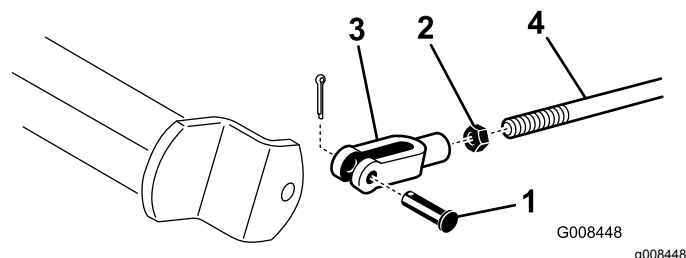

Figura 45
- A. Scollegate le aste dei freni rimuovendo la coppia e il perno del cavallotto (Figura 45).
- B. Allentate il controdado e regolate il cavallotto come opportuno (Figura 45).
- C. Montate il cavallotto sull'albero del freno (Figura 45).